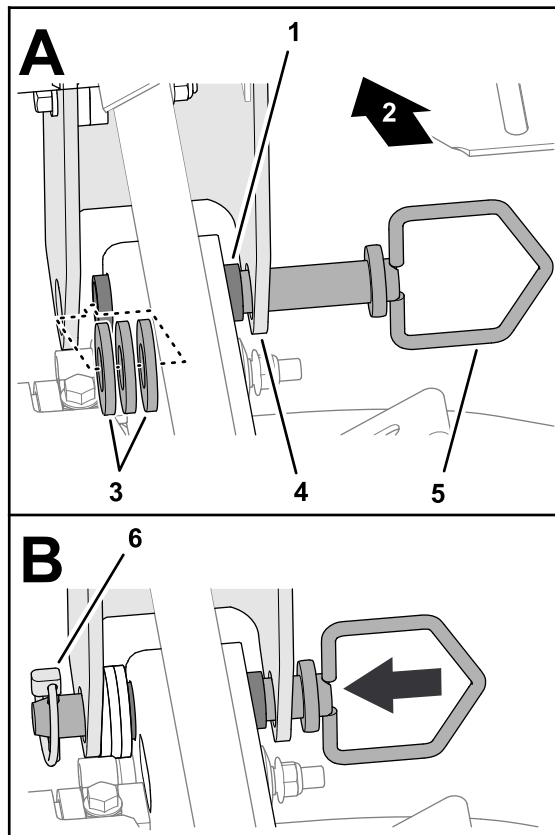

図 4
2. 後クロス部材のピボットブラケットの穴を、車両のフレームレールの荷台ピボットチューブに合わせ、リンチピン2本をブラケットとチューブに途中まで通す 図 4。
3. ピボットブラケットと荷台のピボットチューブとの間には、必要に応じてワッシャ1 $\frac{1}{8}$ x $\frac{3}{4}$ "を挿入して、後クロス部材がフレームレールの中心線上にくるようにする 図 4。
4. リンチピン2本を外側に引っ張って、それぞれをヒッチピンで固定する 図 4。